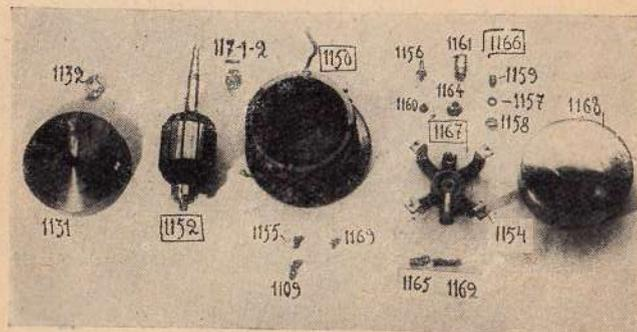
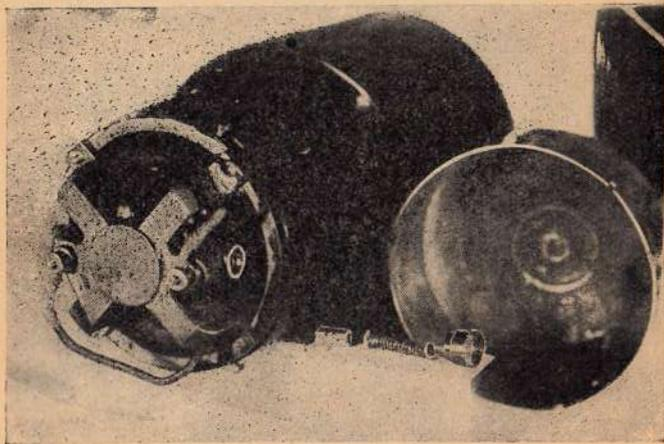

Рис. 29. Части динамо.
Рис. 31. Вставление новой щетки.
ходит сквозь внутреннюю стенку привода, откуда он и получает вращательное движение. Здесь же в стенке находится шарикоподшипник для этой оси, а другой конец оси якоря находится также в шарикоподшипнике, помещенном в утолщенной части щеткодержателя (1167, рис. 29).
Перед началом работы следует обратить внимание на то, чтобы храповая зубчатка (1113, рис. 29) была бы хорошо сцеплена с другой храповой зубчаткой на ручке.
Следует внимательно следить за работой коллектора, время от времени снимая крышку (1168) и нагрузив динамо лампочкой, вращать нормально ручку и наблюдать при этом, не искрит ли коллектор. Если коллектор искрит, это значит, что он или грязный, или щетки плохо прижаты или откололись. В последнем случае щетку следует немедленно заменить (рис. 31). Работа с расколотой (неровной) щеткой
- 5) Далее переходим к разборке электрической части привода-динамо: сначала нужно вынуть угольные щетки, чтобы при дальнейшей разборке их не повредить (см. рис. 31). Чтобы открыть доступ к щеткам, снимают никелированную крышку (1168, рис. 29 и 31), для чего предварительно отпускают на один-два оборота все 3 винта (1169), держащих ее на корпусе. Теперь, отвернув крышки щеток (1164), вынимают пружинки и самые щетки. Щетки легко выходят сами, если всю машину наклонить и слегка «вытрясать» их из своих гнезд.